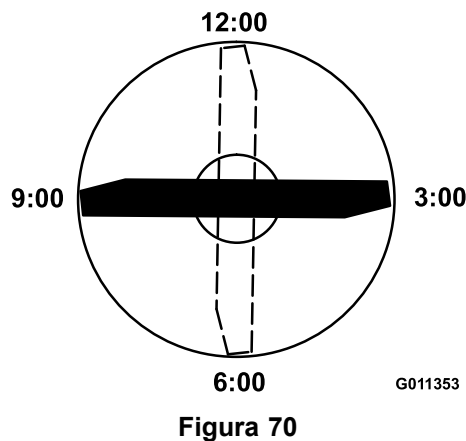

Figura 70
3. Orientate il tagliante dell'estremità marcata della lama sulla posizione a ore 12 (esattamente in avanti, nel senso di falciatura) e misurate l'altezza tra il banco e il tagliante della lama (Figura 70).
4. Ruotate l'estremità marcata della lama sulle ore 3 e sulle ore 9 e misurate le rispettive altezze (Figura 70).